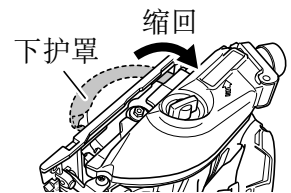

图 22
- (2) 将下部防护罩完全缩回到锯片保护罩内（图 22）。